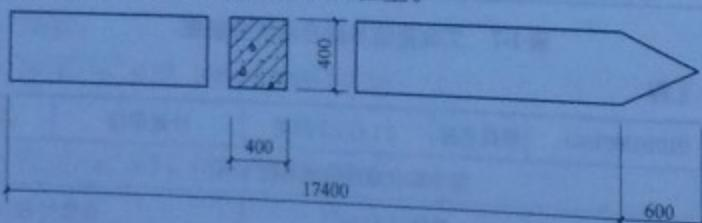

图 1-21 预制桩示意图
**【例 1-21】** 如图 1-21 所示, 预制钢筋混凝土方桩共 100 根, 土质为二级土, 采用轨道式柴油打桩机打桩, 计算工程打桩图示工程量。